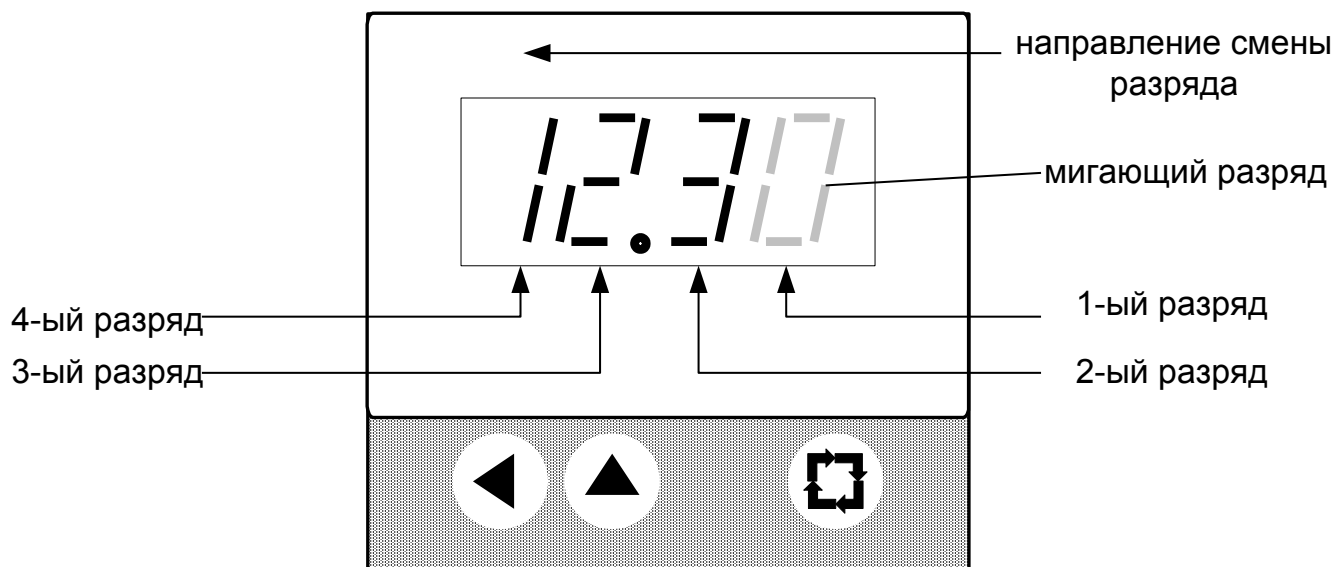

Рис.2.
**6.2.** В свободном состоянии прибора (при включении или отсутствия манипуляций с ним) на индикаторе отображается текущее время или температура объекта(по выбору – см.ниже). При входе в меню можно производить манипуляции с 7-и группами параметров, разбитых на 7 пунктов основного меню. Все пункты основного меню имеют обозначение начинающиеся с символа «-»(например: «-ЧАС», «-ПРГ»). Каждый пункт основного меню содержит в себе несколько пунктов подменю (например: пункт «-ЧАС» содержит 3 пункта подменю – «Ч.М», «дН.дТ», «Г.М»). В меню «-ПРГ» каждое подменю содержит собственное меню из 4-х пунктов (прил.1). В каждом пункте подменю содержится изменяемый (кроме меню «-РЕС») параметр прибора. Например: «Ч.М» содержит информацию о текущем часе и минуте. Для изменения параметра необходимо войти в режим программирования(см.п.6.3.). В режиме программирования изменение выбранного параметра производится поразрядно (см рис.2). При этом разряд изменяемого параметра мигает. При этом можно перемещаться по разрядам изменяя их значения.